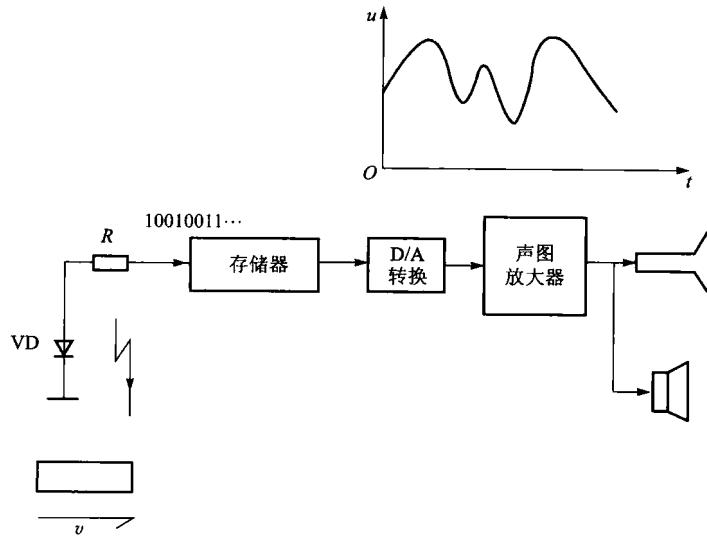

图 0.6 声图重放过程示意图
b. 声图重放的过程。如图 0.6 所示。激光二极管发射激光束读取光盘表面的二进制信号“10010011…”，获得的数据送内部存储器（如内存条）暂存，并等待 CPU 对数据进行处理，之后进行数/模（D/A）转换，还原出模拟的图像和声音信号，再送显示器电路放大之后驱动显像管、扬声器工作。